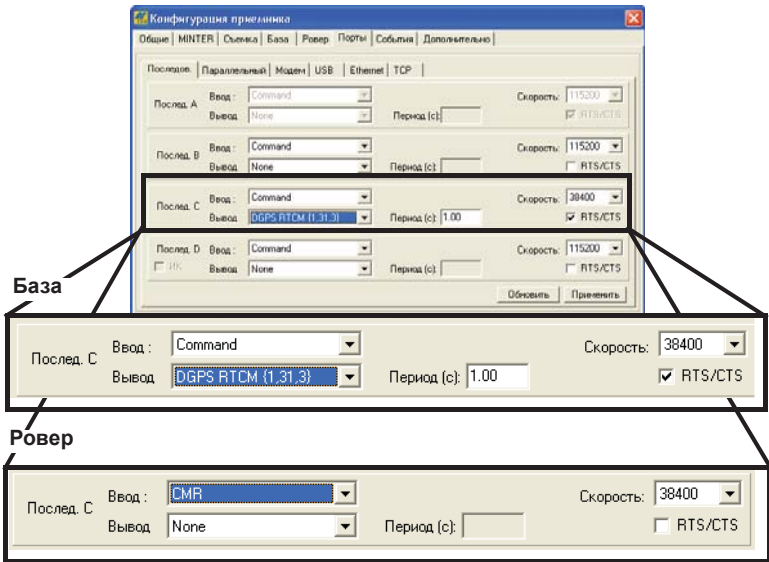

Рис. 3-37. Настройки портов для ровера и базового приемников при RTK съемке
11. Для RTK - съемок выберите вкладку *Порты* и введите параметры последовательного порта, перечисленные в (Табл. 3-4), нажмите **Применить** (Рис. 3-37 на стр. 3-41).